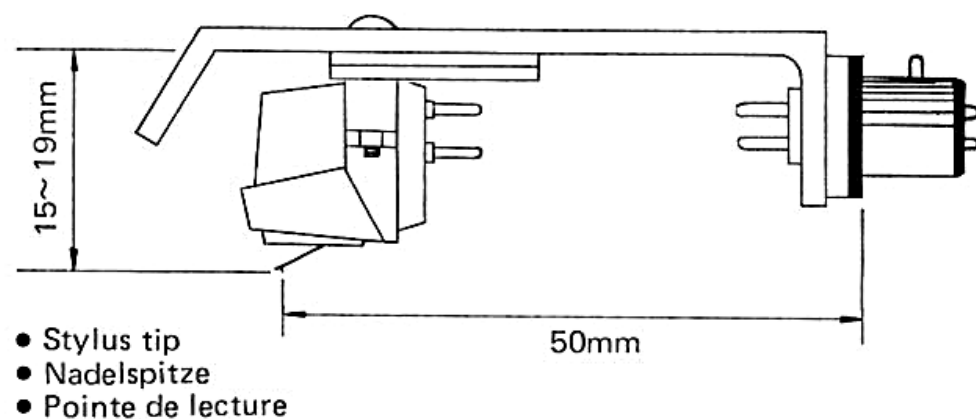

Fig. 1
1. Attach a cartridge to the headshell, and then fix the shell to the tonearm. (Fig. 1)
1. Montieren Sie das zu verwendende Tonabnehmersystem im Tonkopf (Headshell) und befestigen Sie anschliessend den Kopf am Tonarm (Siehe Fig. 1)
1. Fixer une cellule sur la coquille et installer cette dernière sur le bras (Fig. 1).